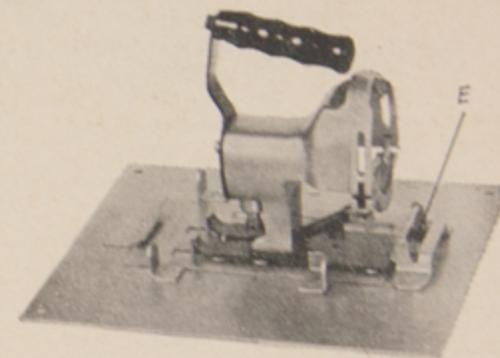

Fig. 2
4° Le verrou à ressorts (E) immobilise totalement les deux pièces (plaque D 1184 et scie D 986 (fig. 2).